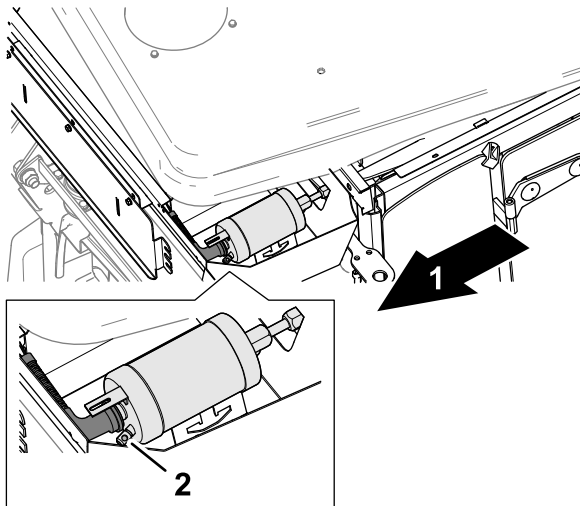

Figure 33
4. Déplacez le pavillon de manière à pouvoir accéder au réservoir filtre déshydrateur (Figure 33).
5. Sur le pavillon, observez le regard de niveau de frigorigène du réservoir filtre déshydrateur (Figure 33). Si vous observez plus que de rares bulles par le regard, faites réviser la machine par votre distributeur Toro agréé.